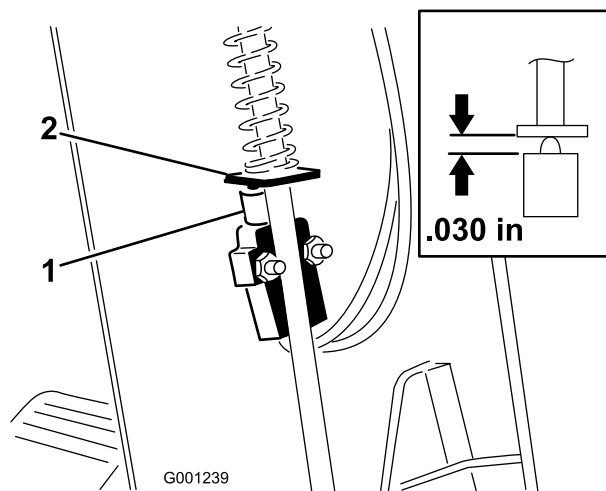

Figura 71
3. Fate scorrere il copripiantone verso l'alto, lungo l'albero dello sterzo, per esporre l'interruttore del freno di stazionamento (Figura 71).
5. Allineate la paletta dell'asta del freno di stazionamento con il pistone dell'interruttore (Figura 71).
6. Premete in basso l'asta del freno di stazionamento e spingete verso l'alto l'interruttore fino a quando la lunghezza compressa del pulsante dell'interruttore non è pari a 0,7 mm; fate riferimento a Figura 71.